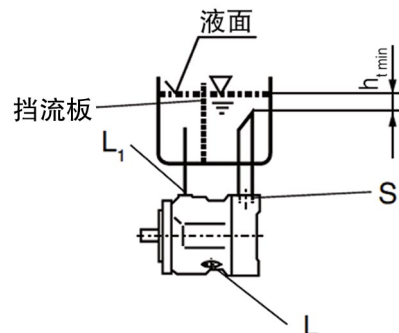

图 5
c) 如安装在油箱下，泄油口“L₁”及进油口“S”配管请参见图 5。